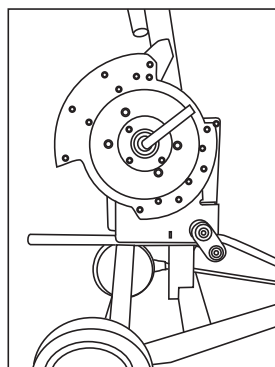

Fig. 4
- e. Avant de faire tourner le sabot MBCCH-1250, basculez le rouleau à conduits (3) vers le haut pour permettre l'accès au rouleau supérieur.
- f. Pour faire pivoter le sabot MBCCH-1250, positionnez le récepteur de la poignée (4) vers l'avant et appliquez une pression sur la manette tout en tournant manuellement le sabot jusqu'à ce que le côté de 1 po soit face vers le bas (Fig. 4).
3. Pour passer du sabot double cintrage (1) 3/4 po au côté 1 po du sabot double cintrage(1) sur le RBCCH-1000.